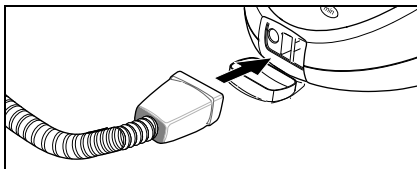

Fig. 5
- Ligar o interruptor de vapor (C7) à tomada do aparelho (A1). A retenção do interruptor de vapor deve engatar na tampa da tomada do aparelho (veja fig. 5).